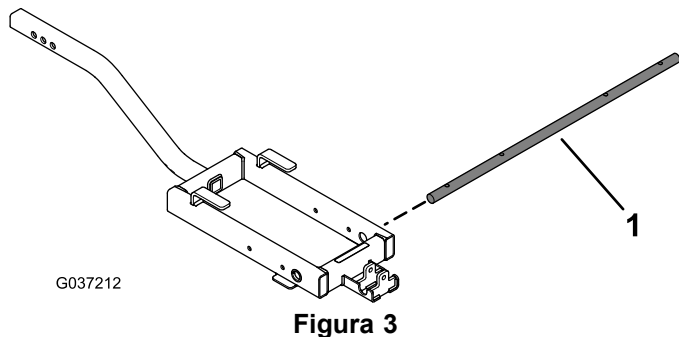

Figura 3
2. Fate scorrere l'albero di articolazione della concimatrice attraverso il telaio del supporto della concimatrice e le boccole a clip (Figura 3).